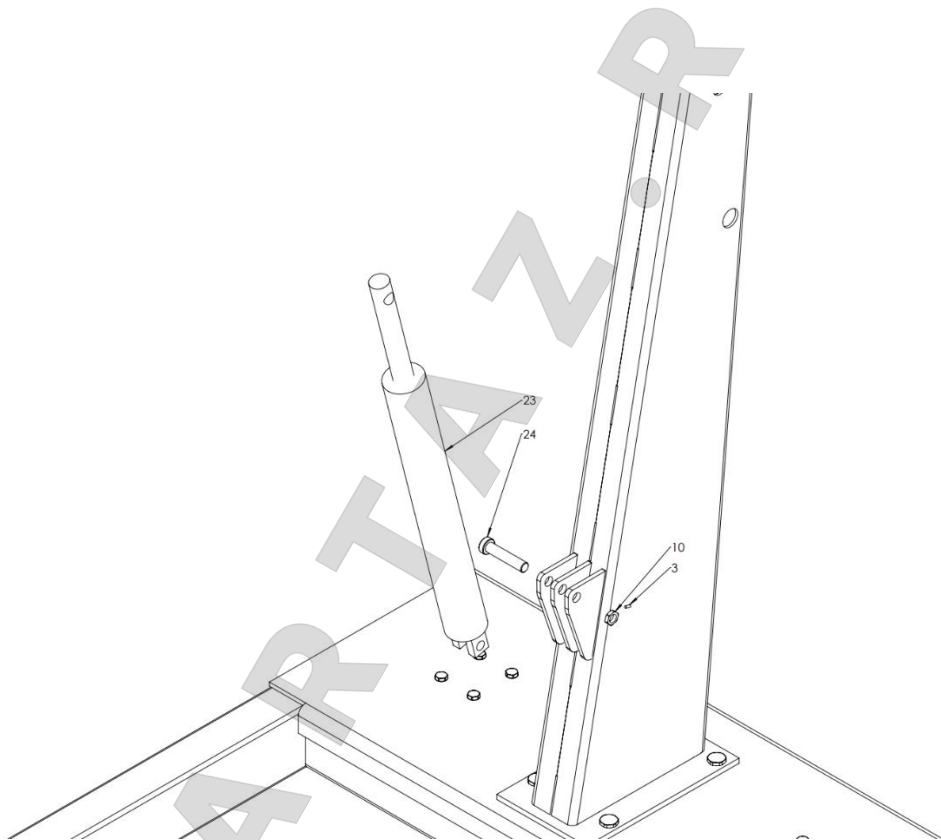

Рисунок 9.
Установите цилиндр (23) см. рис. 9, на башню, совместите проушины цилиндра с проушинами кронштейна башни и зафиксируйте их болтом крепления цилиндра (24) закрутите гайку (10) до упора и затяните установочный винт (3).